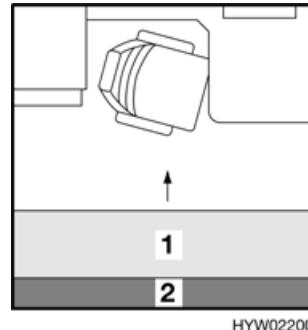

Bild 47 Vor dem Umbau
- Längssitzbank (Bild 47,1) leicht anheben und bis zum Anschlag herausziehen.
- Das Zusatzpolster (Bild 47,2) vom Rückenpolster abziehen. Das Zusatzpolster ist am Rückenpolster mit einem Klettband befestigt und kann leicht abgetrennt werden.